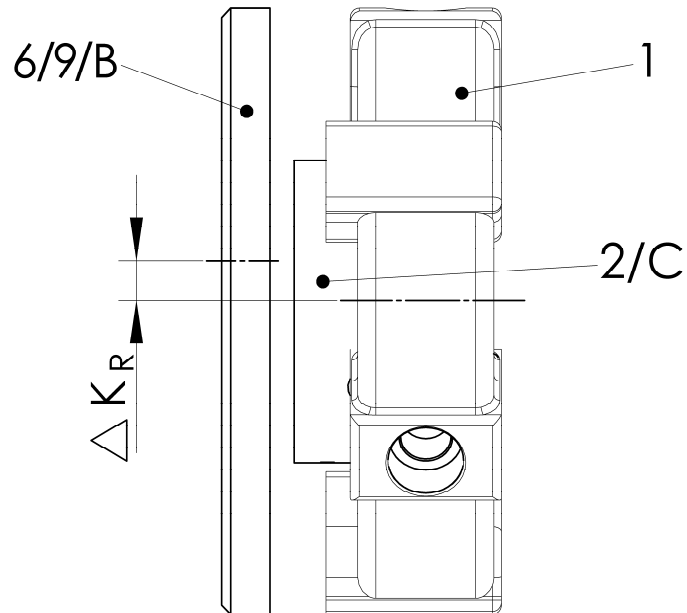

Abbildung 5-2 Radialer Ausrichtversatz
- Radialen Ausrichtversatz ermitteln (siehe Abbildung 5-2).